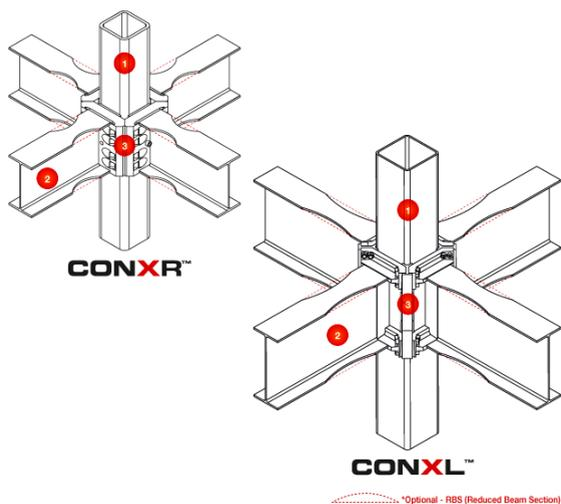

Рисунок 1 – Схема системы ConX
- 3) инновационные запатентованные соединения – ConXR и ConXL (см. рисунок 1).